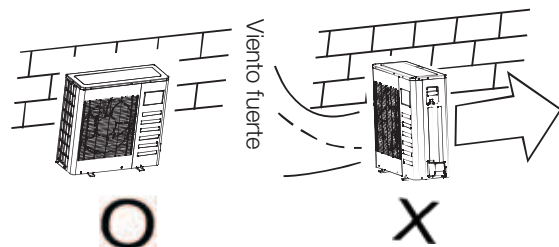

Fig.6-1
- En caso de que el lugar de instalación esté expuesto a fuertes vientos como la costa del mar, asegúrese de que el ventilador funcione de manera correcta colocando la unidad longitudinal a la pared o utilizando un protector. (Ver Fig. 6-1)